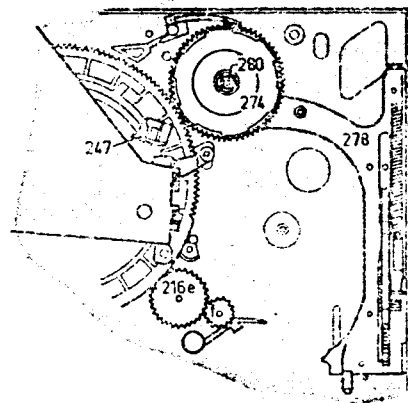

Fig. 3-1-19
- Fädling im Uhrzeigersinn bis zum Anschlag verdrehen Abb. 3-1-19.